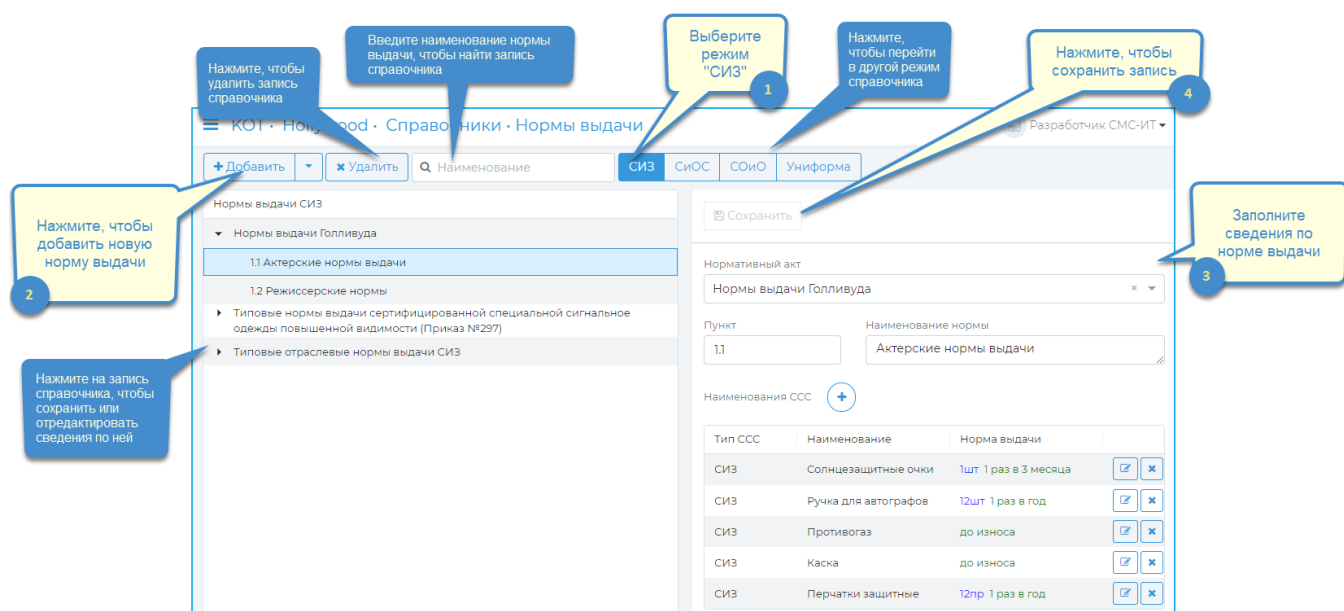

Рисунок 225 – Справочник «Нормы выдачи» в режиме «Нормы выдачи»
- «Нормы выдачи». В этом режиме можно просмотреть, а также добавить, редактировать или удалить какую-либо из норм выдачи, прикрепленную к определенному нормативному акту (Рисунок 225).